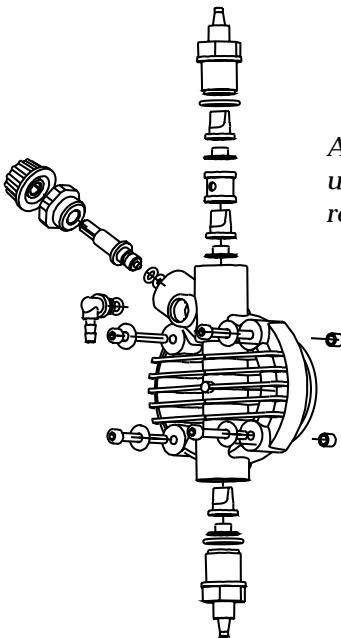

Fig. 10
2. Revise el funcionamiento de la bomba al menos cada 6 meses, así como la posición de los tornillos y de las juntas de impermeabilización. El control debe ser efectuado con más frecuencia en líquidos agresivos, prestando especial atención en la concentración de aditivo en la instalación. Su reducción podría ser debida al desgaste de las válvulas (en tal caso se deben sustituir siguiendo los pasos de la Fig.10) o al atasco del filtro, que se debe limpiar como se indica en el punto 3.
También se puede efectuar esta operación de la forma siguiente: una vez la bomba está desconectada de la instalación, sujetela boca abajo por unos pocos segundos (15-30) sin que los tubos estén conectados a los empalmes. Si resulta imposible, desmontar y volver a montar el cuerpo de la bomba (Fig.10) utilizando los cuatro tornillos de fijación.
El sistema es robusto, por lo que no se producen averías graves. Eventualmente se pueden producir pérdidas de líquido de algún empalme o junta fijatubos sueltos, o con más frecuencia, de la rotura del tubo de eyección. Raramente se producen pérdidas a causa de la rotura de la membrana por desgaste o de su revestimiento de sujeción. Aún así, si se produjeran, dichos componentes se deben sustituir desmontando los cuatro tornillos del cuerpo de la bomba (Fig. 10), montándolos de nuevo y enroscándolos de modo uniforme. Una vez eliminada la pérdida, se debe limpiar la bomba dosificadora de eventuales residuos de aditivo que hayan quedado impregnados, ya que podrían agredir químicamente la bomba.
- Desmonte la válvula de aspiración y eyección. A continuación, límpielas y móntelas otra vez en la misma posición (Fig. 10). En caso que se detectara un hinchamiento de las válvulas, compruebe en el tablón correspondiente la compatibilidad del aditivo con el tipo de válvula montada en la bomba (válvula estándar de Vitron; la válvula esfera es opcional).